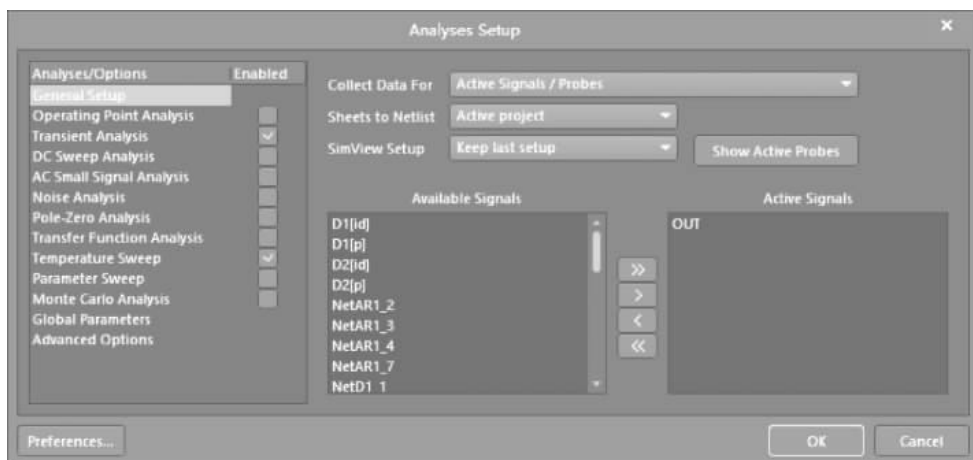
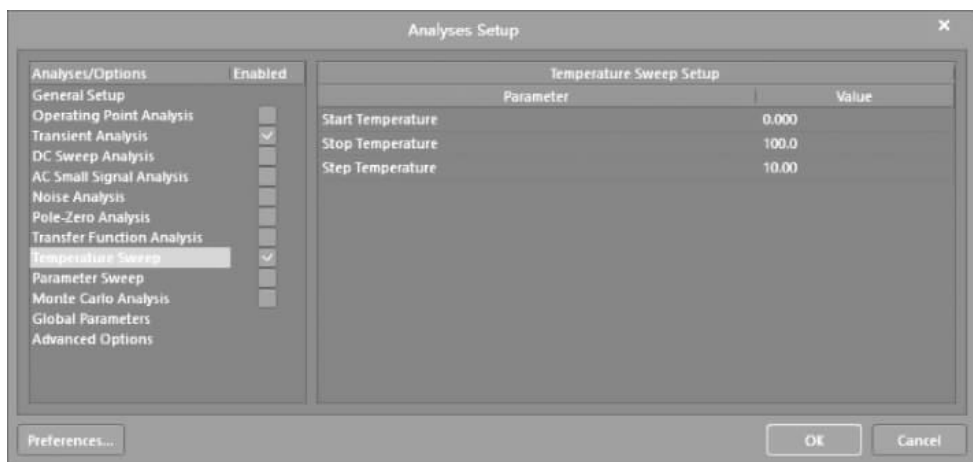

图 3-76 设置仿真参数界面 1
图 3-77 设置仿真参数界面 2
(1) 在 AD 主界面主菜单下选择 Simulate→Edit 'Mixed Sim' Setup。
(2) 打开如图 3-76 所示的 Analyses Setup(分析设置)界面,按下面参数设置。
① 选中 Transient Analysis 和 Temperature Sweep 选项,执行暂态分析和温度扫描分析功能。
② 将 Collect Data For 设置为 Active Signals/Probes。
③ 将 OUT 添加到 Active Signals 栏中。
(3) 选择 Temperature Sweep,出现如图 3-77 所示的 Temperature Sweep Setup(温度扫描设置)界面。按下面参数设置。